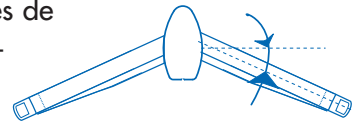

FIG. 2
- à un ou plusieurs étages de barres de flèche qui peuvent être poussantes (fig.2) ou non poussantes ("dans l'axe");